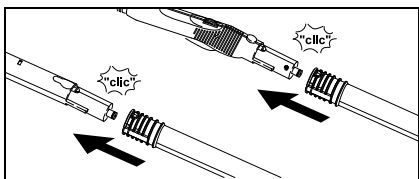

Fig. 7
- Dacă este necesar utilizați teava de prelungire (G1). Pentru aceasta montați unul sau ambele țevi prelungitoare pe pistolul de abur (C1) (vezi fig. 7). Împingeți accesoriul necesar (D1, E1, F1, H1) pe capătul liber al țevii de prelungire.